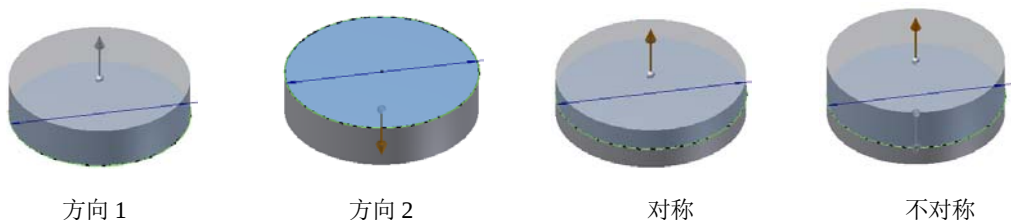

图 3-11 同一截面轮廓在 4 种方向下的拉伸
(1) 【距离】方式是系统的默认方法, 它需要指定起始平面和终止平面之间建立拉伸的深度。在该模式下, 需要在拉伸深度文本框中输入具体的深度数值, 数值可有正负, 正值代表拉伸方向为正方向, 但是可利用方向按钮指定方向, 可方向 1 拉伸、方向 2 拉伸, 也可对称拉伸或不对称拉伸。同一个截面轮廓在这三种方向下拉伸的结果如图 3-11 所示。